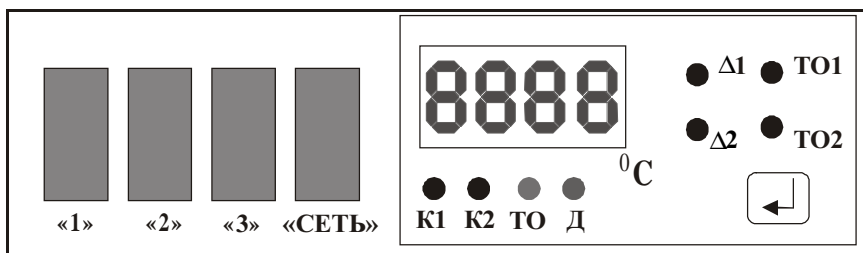

рис. 2. Пульт управления
8. При включении тумблера «Сеть» загорается цифровая шкала прибора терморегулятора «ТЕРМ-02А» (рис.2). При-
бор отображает выбранный для просмотра (установки) параметр на 4-х разрядном светодиодном цифровом индикаторе, расположенном на лицевой панели прибора (рис. 2). Для контроля на цифровой индикатор по каждому из каналов (регулировка температуры в камере и температуры ножа) может быть вызван один из двух параметров: среднее значение диапазона регулирования температуры Т0 и полуинтервал диапазона регулирования «Д» (рис.2). После включения прибора на цифровом индикаторе будет отображаться текущая температура объекта регулирования по первому каналу. Выбор параметров для отображения производится кратковременным нажатием на кнопку
1. Выключить тумблеры «2», «3» (см. рис. 2).